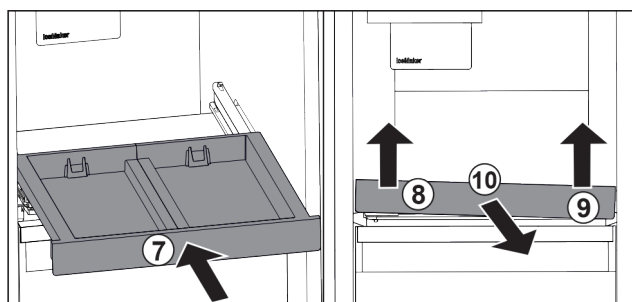

Fig. 193
- ▶ Shtyni brenda raftin me tërheqje. Fig. 193 (7)
- ▶ Ngrini lart raftin me tërheqje përpara majtas. Fig. 193 (8)
- ▶ Ngrini lart raftin me tërheqje përpara djathtas. Fig. 193 (9)
- ▶ Hiqeni nga përpara raftin me tërheqje. *Fig. 193 (10)*